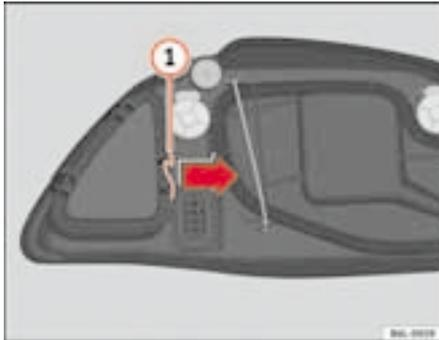

Fig. 149 Luz de población
- Desplace el tirante **1** ⇒ fig. 149 en el sentido de la flecha y retire la tapa.